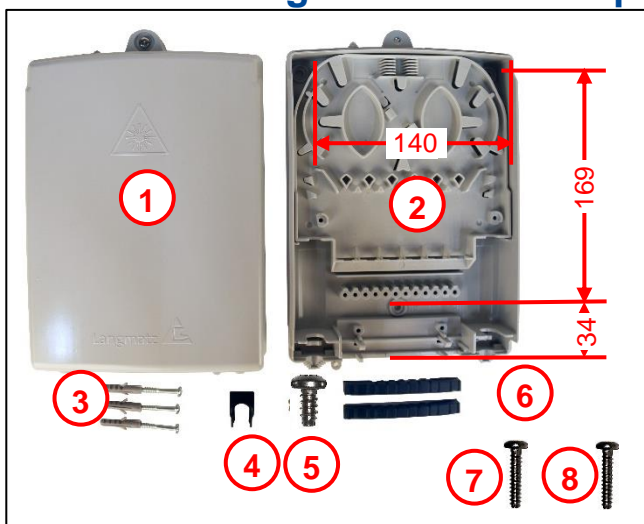

Abb. 1
- Vorgesehene Befestigungsbohrungen siehe Abb. 1.